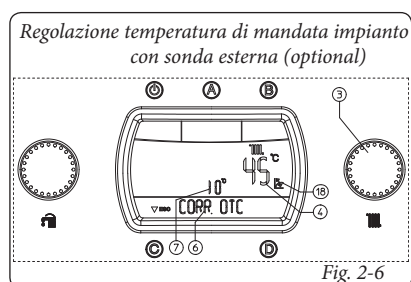

Fig. 2-6
**Attenzione:** Se si mette la caldaia in stand-by (10) sul CAR comparirà il simbolo di errore connessione "CON" il CAR viene comunque mantenuto alimentato senza perdere così i programmi memorizzati.
**Attenzione:** Se si posiziona la caldaia in stand-by (10) sul Super CAR comparirà il simbolo di errore connessione "ERR>CM" il Super CAR viene comunque mantenuto alimentato senza perdere così i programmi memorizzati.
- **Funzione precedenza sanitario.** Mediante la pressione del pulsante "B" si disattiva la funzione precedenza sanitario che è contrassegnata dallo spegnimento sul display (24) del simbolo (15). La funzione disabilitata mantiene l'acqua contenuta nel bollitore alla temperatura di 20°C per 1 ora, dando la precedenza di funzionamento al riscaldamento ambiente.
- **Funzionamento con sonda esterna (Fig. 2-6) optional.** In caso di impianto con la sonda esterna optional la temperatura di mandata della caldaia per il riscaldamento ambiente è gestita dalla sonda esterna in funzione della temperatura esterna misurata (Parag. 1.6 e parag. 3.8 alla voce "TERMOREG"). È possibile modificare la temperatura di mandata da -15°C a +15°C rispetto la curva di regolazione (Fig. 1-9 valore Offset). Questa correzione, attuabile con il selettore (3) si mantiene attiva per qualsiasi temperatura esterna misurata, la modifica della temperatura offset viene visualizzata tramite l'indicatore (7), sull'indicatore (4) viene visualizzata la temperatura di mandata attuale e dopo pochi secondi dalla modifica viene aggiornata con la nuova correzione, sul display compare l'indicazione "CORR OTC" (Fig. 2-6). Ruotando il selettore (3) in senso orario la temperatura aumenta e antiorario diminuisce.